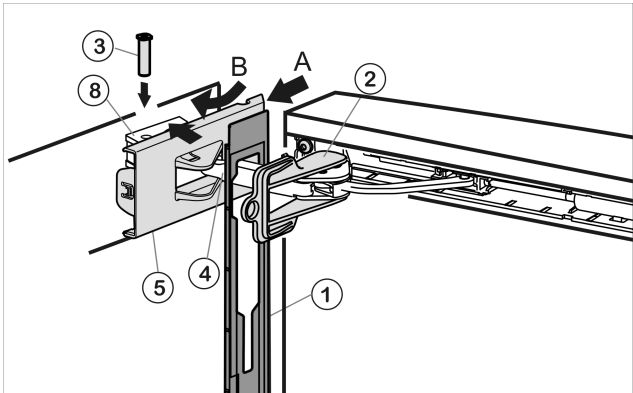

Fig. 57
- Suspenda el panel Fig. 57 (1) en el estribo del amortiguador Fig. 57 (4), de modo que los ganchos de retención estén orientados hacia dentro y el lado delantero esté orientado hacia al aparato.
- Desplace la cubierta Fig. 57 (5) desde la parte exterior (A) y vírela a través de la pieza de cojinete Fig. 57 (8) (B).
- Coloque la cubierta Fig. 57 (5) y encájela hasta el primer enganche.
- Acerque el estribo del amortiguador Fig. 57 (4) a la pieza de cojinete e introduzca el perno Fig. 57 (3) desde arriba, de modo que el cuadrado esté en la parte hundida.
- Encaje ahora la cubierta Fig. 57 (5) por completo en la pieza de cojinete Fig. 57 (8).
- Retire el seguro Fig. 57 (2) girándolo.
- Encaje el panel Fig. 57 (1) en la puerta.